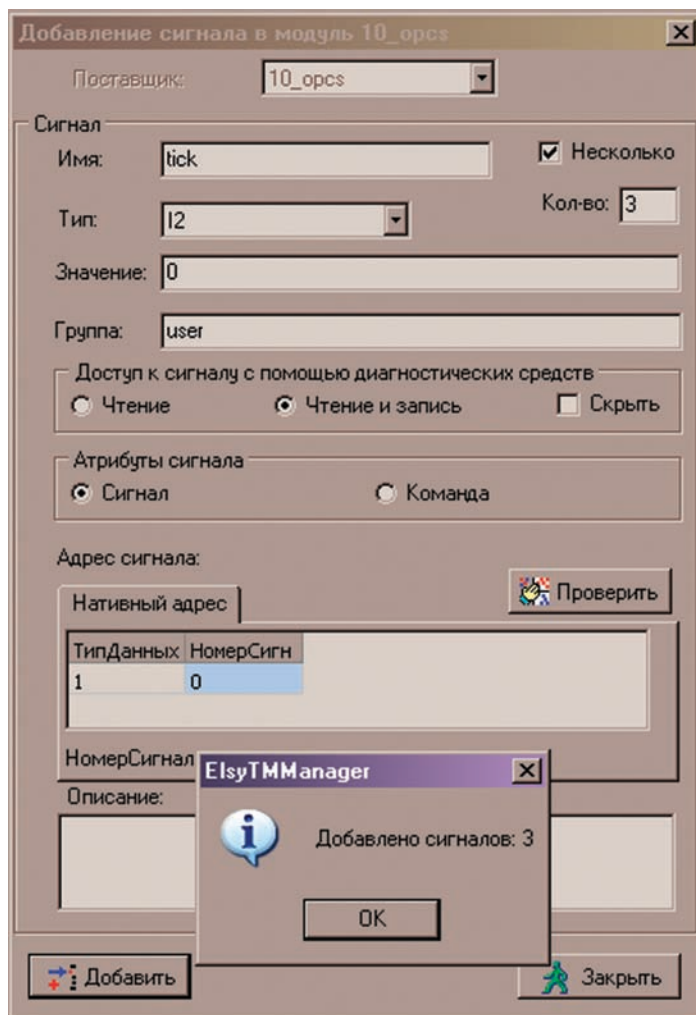

Рис. 5
- добавляем 3 выходных сигнала с типом I2 в модуль OpenPCS для дальнейшей передачи их в ПО верхнего уровня (рис. 5 и 6).